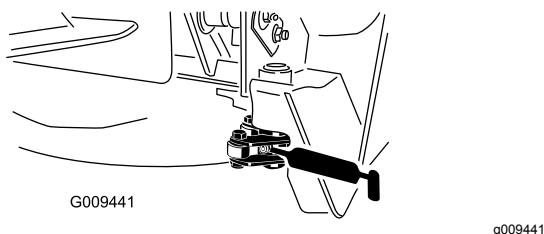

Figura 64
Pivote del enganche (2) (Figura 64)